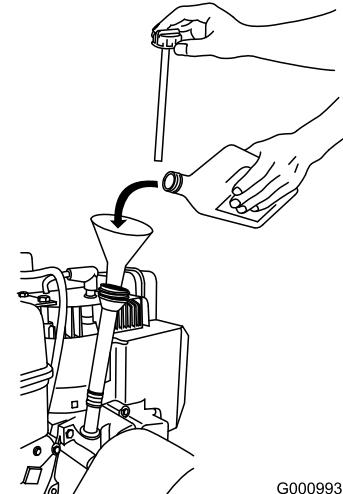

Рисунок 18
- Выньте щуп для измерения уровня и **медленно** залейте масло в заправочную горловину так, чтобы уровень масла соответствовал метке Full (Полный) на щупе. **Не допускайте переполнения картера**(Рисунок 18).